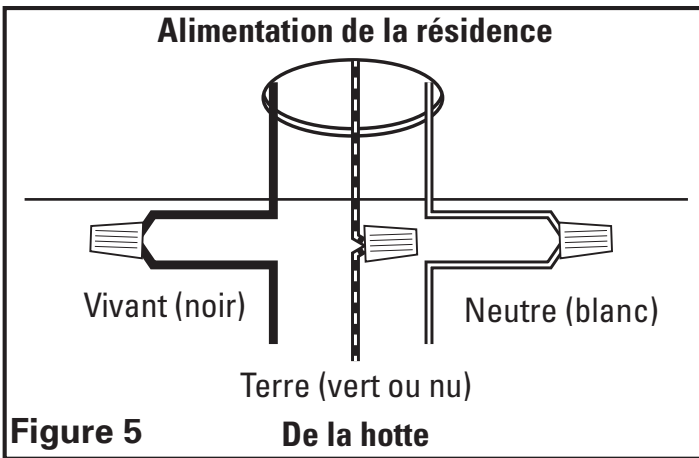

Figure 5 De la hotte
- Examinez le couvercle du compartiment de câblage et sélectionnez l'entrée des câbles la plus appropriée puis retirez l'alvéole défonçable. Passez le câble d'alimentation dans l'ouverture et installez un serre-câble approprié. Raccordez le fil blanc de l'unité de puissance au fil blanc de l'alimentation. Raccordez le fil noir de l'unité de puissance au fil noir de l'alimentation. Connectez le fil de mise à la terre de la résidence (vert ou cuivre nu) au fil de mise à la terre de l'unité de puissance (vert ou vert / jaune). Utilisez des méthodes de raccordement approuvées pour toutes les connexions (Figure 5).